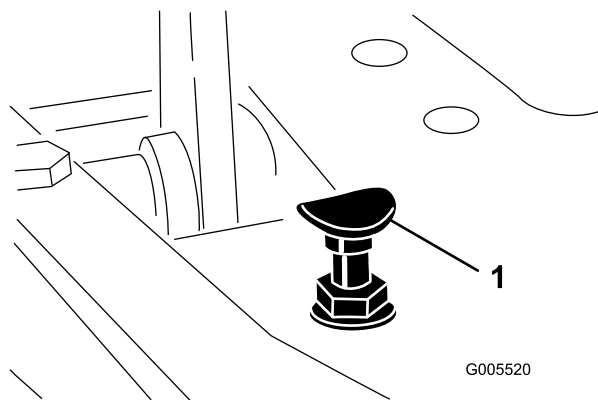

Рисунок 42
Для получения максимальной транспортной скорости переведите рычаг управления трансмиссией в положение ТРАНСПОРТИРОВКИ и нажмите на педаль управления тягой. Если педаль касается упора (**Рисунок 42**) до того, как на тросике начинает ощущаться натяжение, выполните следующую регулировку:
1. Переведите рычаг управления трансмиссией в положение ТРАНСПОРТИРОВКИ и ослабьте контргайку, которая крепит упор педали к полу (**Рисунок 42**).